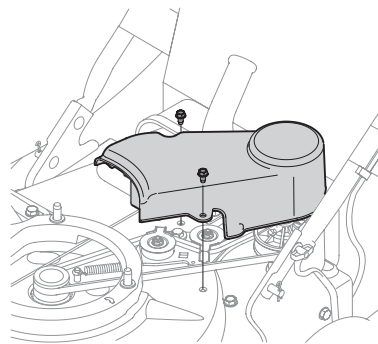

Figure 16
4. Retirez les trois boulons autotaraudeurs qui fixent le couvercle de courroie. Enlevez ensuite le couvercle de la courroie. Voir Figure 16.